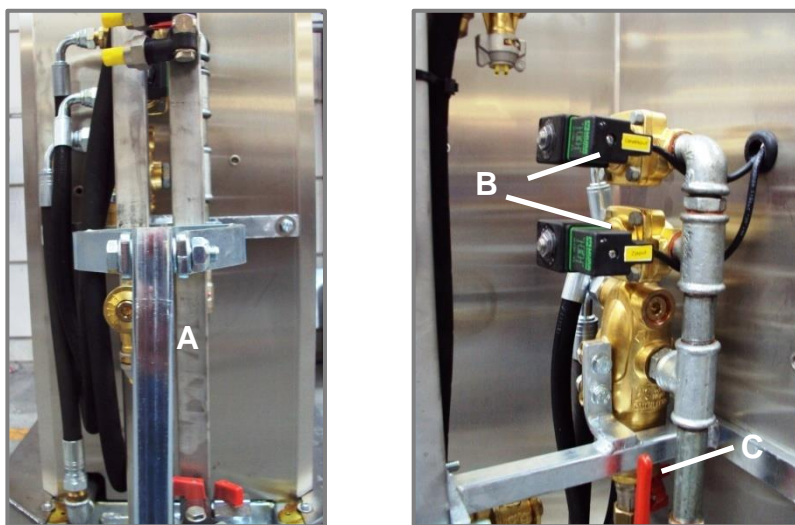

Figura 7.1; Morsetti elettrici e attacchi tubo
- Rimuovere il tappo in acciaio inox sul lato anteriore (figura 7.1)
- Fissare la lancia irroratrice al punto di aggancio (A) e lo stesso punto d'aggancio più in alto sul palo
- La parte libera del tubo, con il rubinetto, è di servizio, ad esempio per pulire il sistema (C).